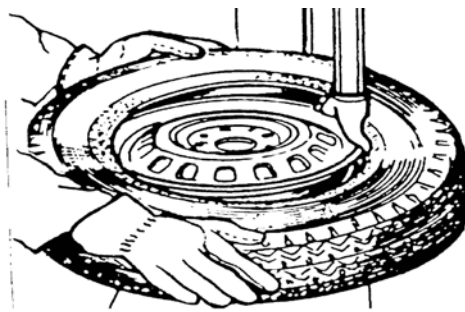

рис.7
4) Установите шину так, чтобы её закраина прошла ниже носика головки и выше края (хвоста) ее задней части (рис.7). Противоположную сторону закраины вдавите в углубление обода.